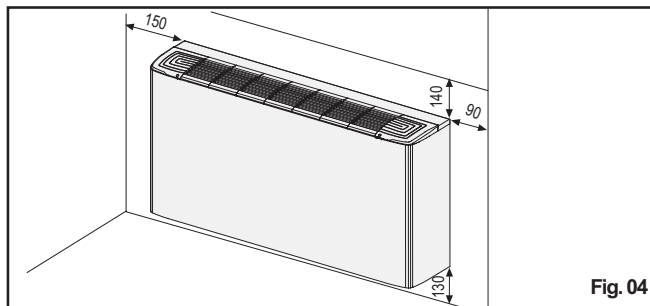

Fig. 04
- 1) Att tillräckligt utrymme finns för montage och serviceutrymme (se fig. 04).
- 6) Att arbetsbrytaren är i fränläge (0) så att ingen spänning finns fram till enheten.